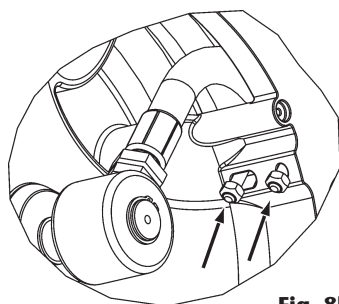

Fig. 8b
3. Desconectar a mangueira como indicado na figura 8a e liberar a mangueira da roda retirando os fixadores da mangueira do suporte interno do carretel (fig. 8b).